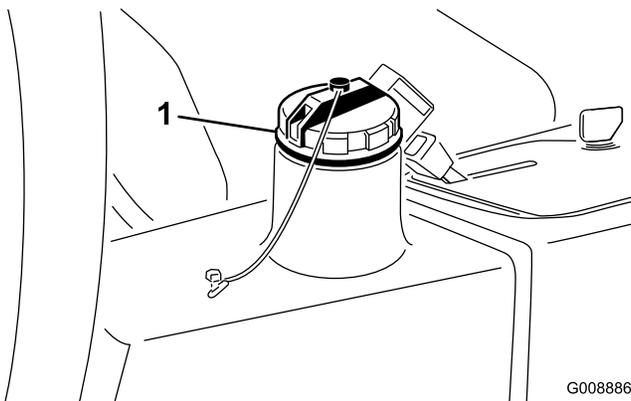

Bild 58
3. Füllen Sie den Tank (Bild 58) mit ungefähr 13,2 l Hydrauliköl, siehe Prüfen der Hydraulikanlage“.